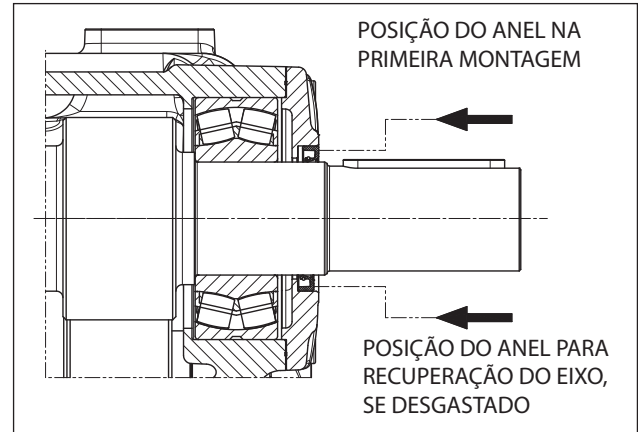
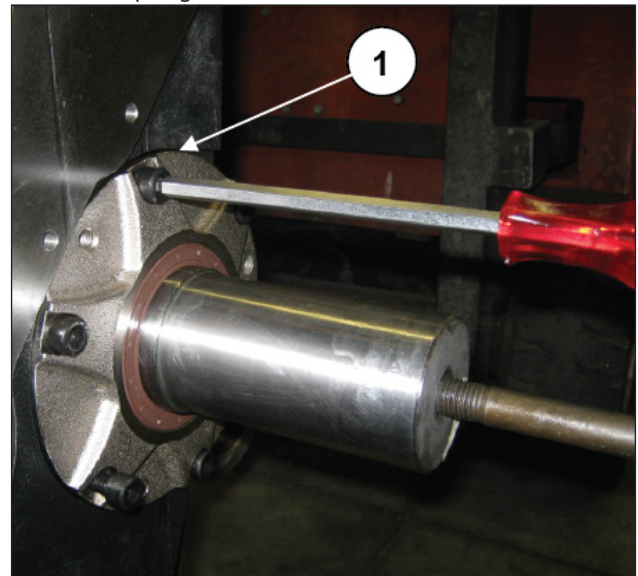

Fig. 118
Fig. 119
Monte os vedantes e as tampas do rolamento PTO em ambos os lados e aperte os parafusos de fixação M10 (pos. ①, Fig. 118 - Fig. 119).